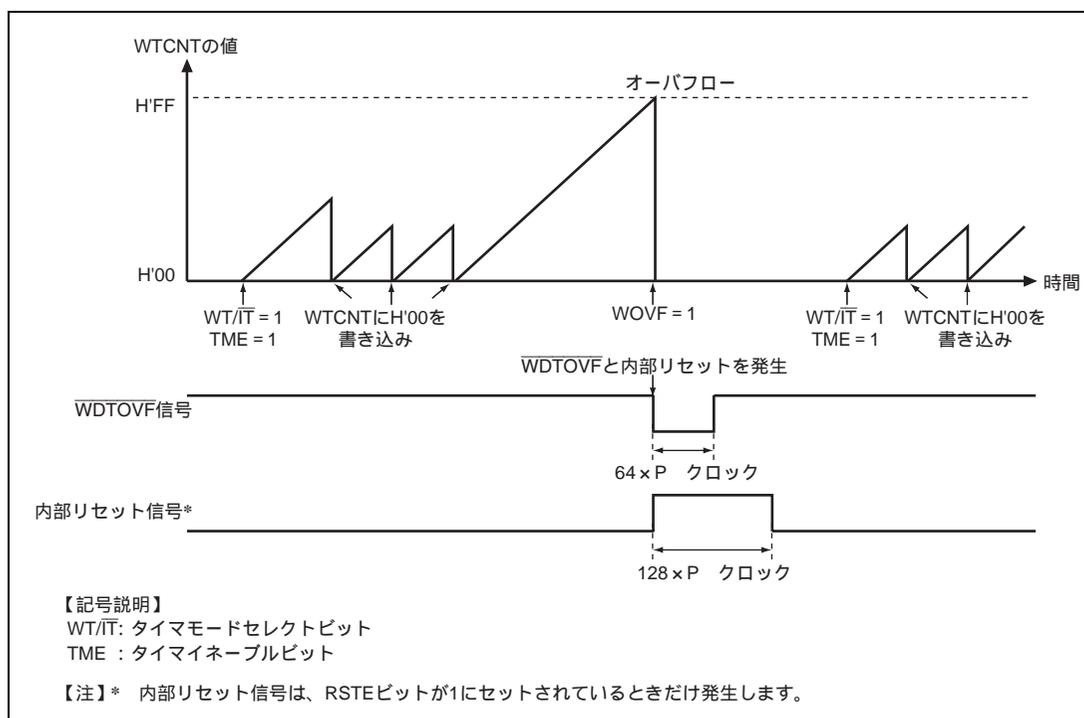

図 14.4 ウォッチドッグタイマモード時の動作
4. カウンタがオーバーフローすると、WDTはWRCSRのWOVVFを1にセットして、 \overline{WDTOVF} 信号が外部に出力されます。これを図14.4に示します。この \overline{WDTOVF} 信号を用いて、システムをリセットすることができます。 \overline{WDTOVF} 信号は、 $64 \times P$ クロックの間出力されます。